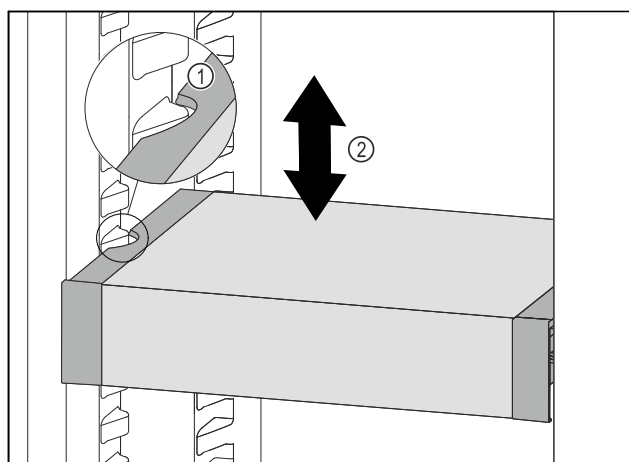

Fig. 60
- ▶ VarioSafe w chłodziarce przesunąć w górę lub w dół, aż zostanie osiągnięta żądana wysokość. Fig. 60 (2)